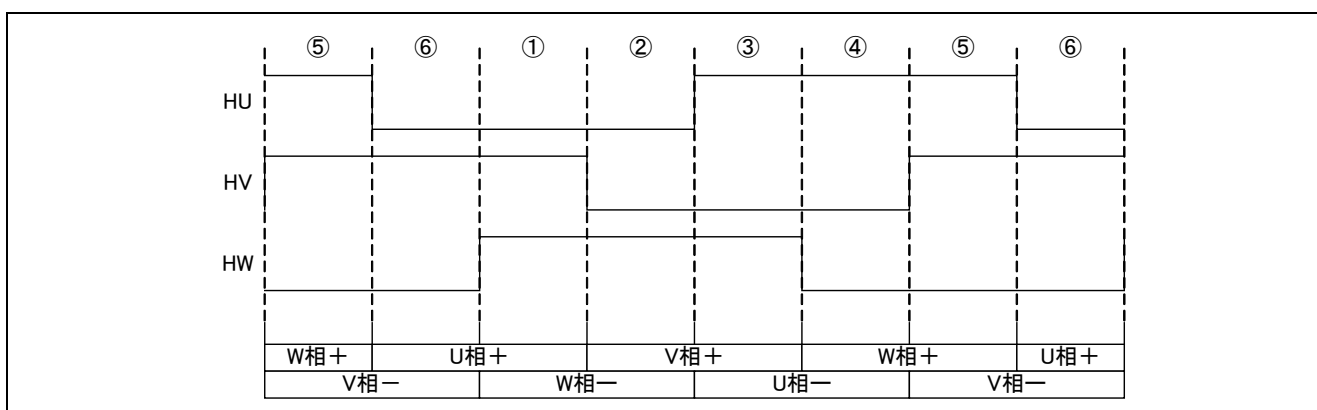
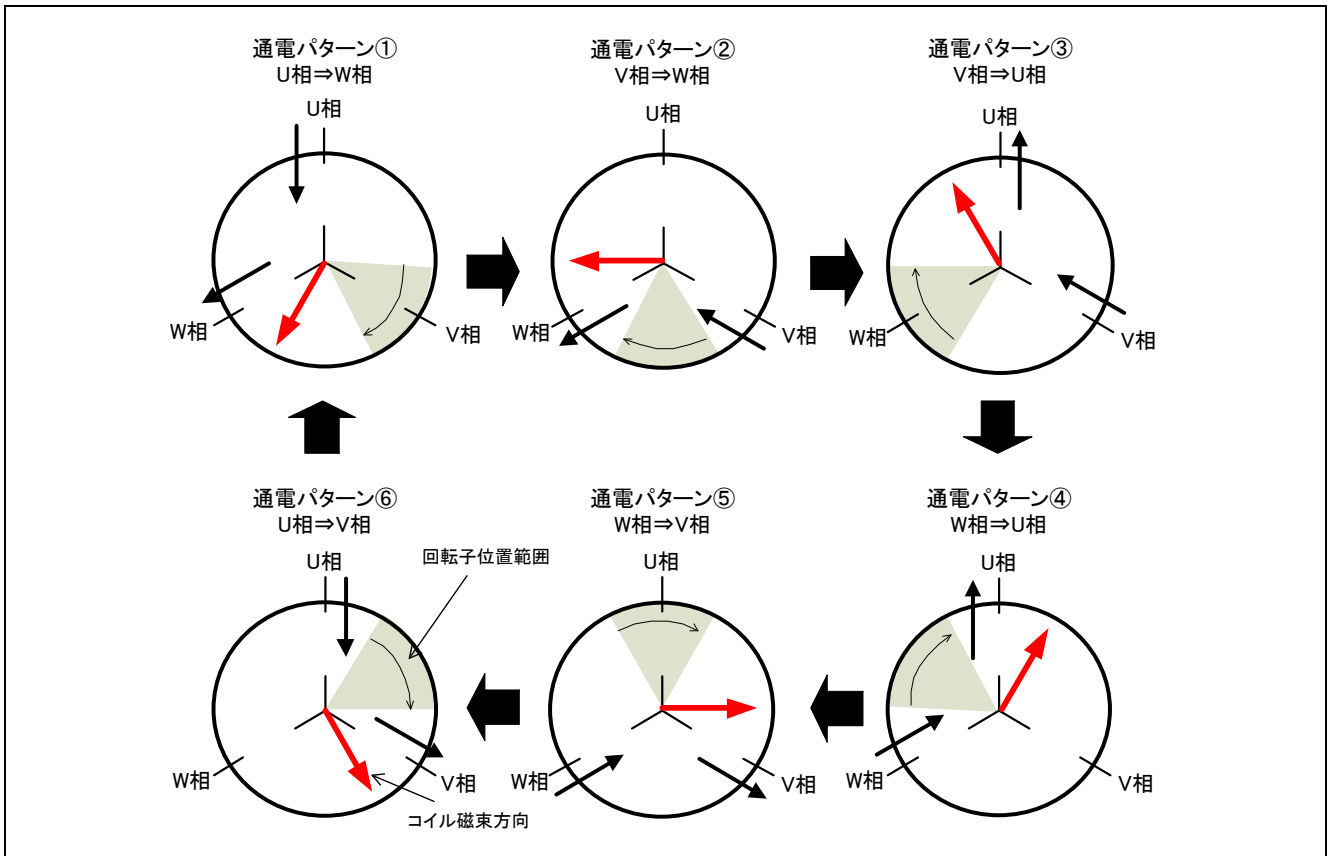

図 3-2 ホールセンサ信号と通電パターンの関係(回転方向: CW)
図 3-3 6つの通電パターンと回转子位置範囲
このホールセンサ信号の切り替えタイミングで図 3-2の様に各相の通電パターンを変化させると、図 3-3にある様な回転するコイル磁束が永久磁石との間にトルクを生じさせ、回転子は回転する事になります。
上記の 6つ通電パターンと回転子位置範囲の関係を図 3-3に示します。
1. 図 3-3で示したホールセンサ信号と通電パターンの関係は、本システムに合わせています。モータ仕様等が異なる場合は、システムに合った通電パターンの設定が必要になります。